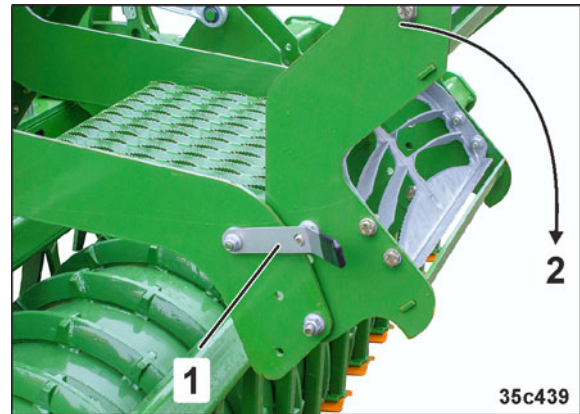

Fig. 139
2. Desbloquear la escalera (Fig. 139/1) y abatir hacia abajo (Fig. 139/2). Utilice el peldaño de la escalera como asidero.